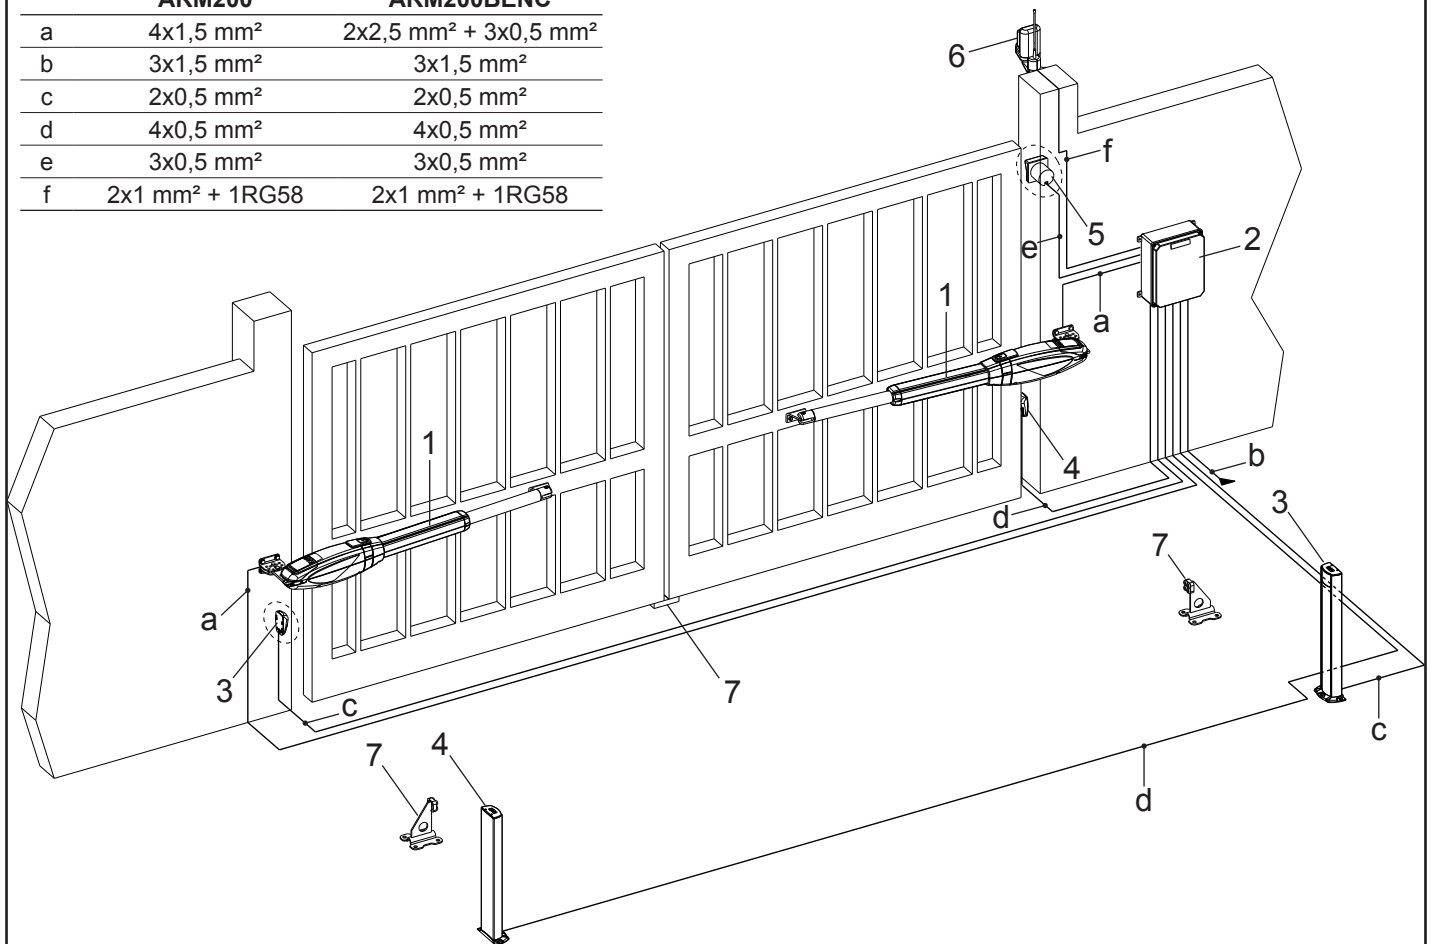

fig. 3
- 4_ Como indicado na Fig. 3, rodar a patilha desembraiador para cima de modo a desbloquear o atuador.